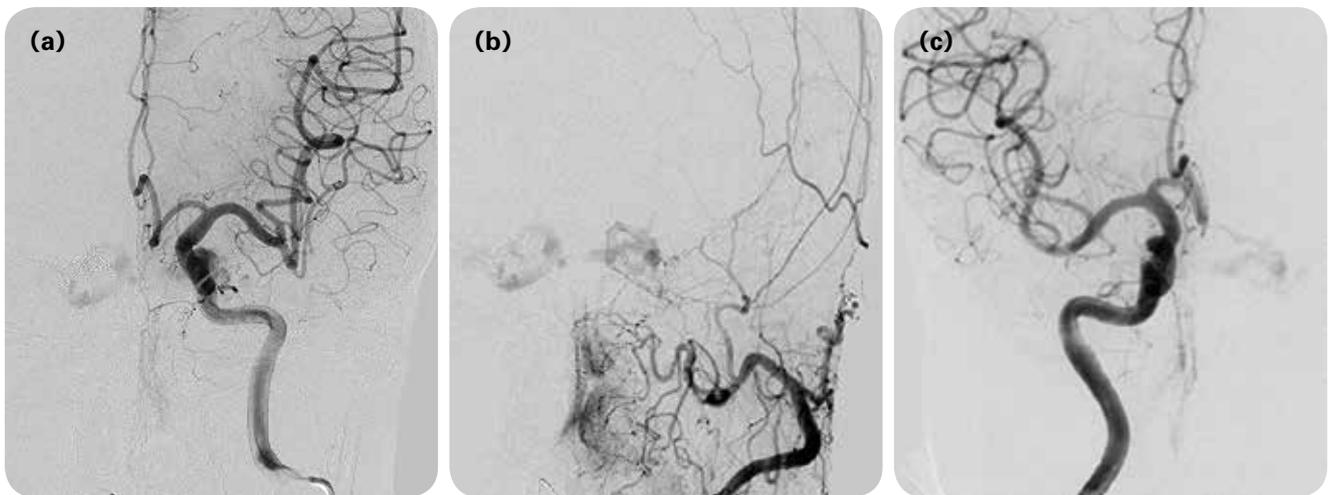
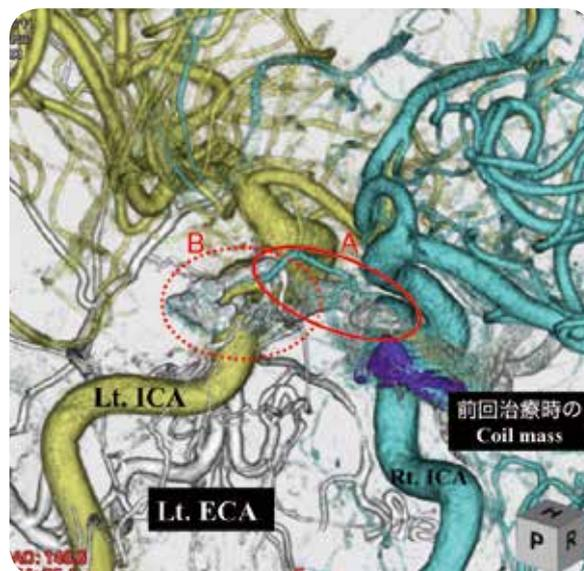

Fig.1: 術前脳血管撮影
Fig.2: 3-D rotational angiographyのfusion画像(左右内頸動脈+左外頸動脈、右後方より見た画像)
術前の脳血管撮影では、左副硬膜動脈(AMA)、正円孔動脈(AFR)及び両側内頸動脈inferolateral trunk (ILT)から左海綿静脈洞(CS)内側後方近傍に流入し、両側上眼静脈に流出するシャントを認めた(Fig.1)。左右内頸動脈および左外頸動脈での3-D rotational angiographyを詳細に検討したところ、シャントは右ILTから左CS内側後方につながる細い静脈部分(segment(A))と、左AMA、AFR及び左ILTからsegment(A)よりもやや後方外側のCS内のpouch(B)の2か所に収束していることが判明し(Fig.2)、この2か所にコイルを留置することを企図した。
- (a) 右IPSからintercavernous sinusを経由してSL-10を左CS内経由でFig.2のsegment (A)に誘導。
- (b) 右内頸動脈撮影でILTからsegment (A)が描出(矢印:MC 先端位置)。
- (c) Excelsior SL-10®から造影を行いsegment (A)内にExcelsior SL-10®が存在することを確認。